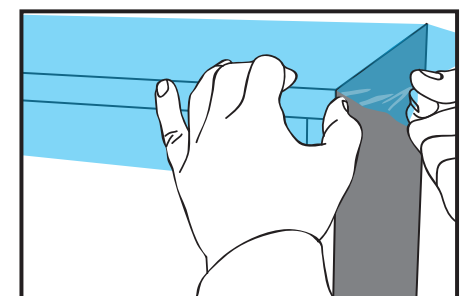

Figure 05
- › Appliquer le film sur l'une des tranches du plateau en rabattant le bord du film sur la tranche perpendiculaire. (FIG. 05)